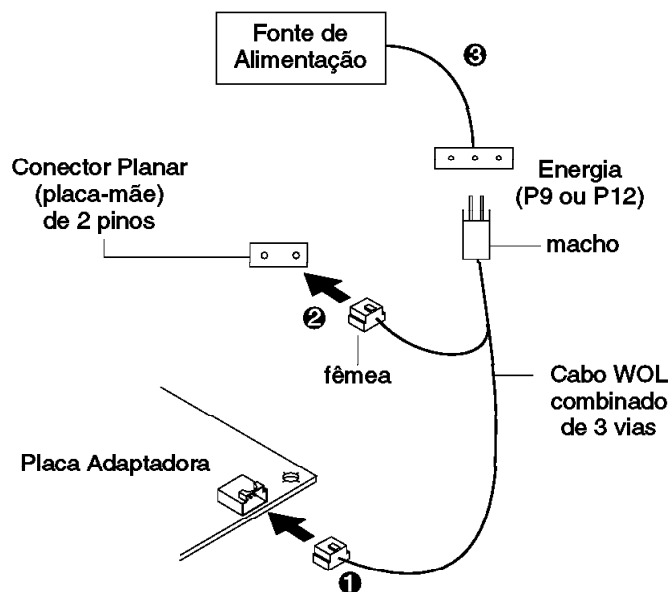

Figura 2-4. Conexão de Cabos de Sinal e de Alimentação a Seu PC
- Um cabo combinado de sinal e de alimentação Wake on LAN de 3 vias (IBM PN 08L2558) conforme apresentado na Figura 2-4 na página 2-6, deverá ser utilizado entre a placa e o modelo PC que possui conectores de sinal e de alimentação separados para Wake on LAN. Neste cabo, a extremidade que possui um único conector fêmea destina-se à conexão na placa. A outra extremidade, com um conector macho e um conector fêmea, destina-se à conexão com o PC.
- 1** Conecte a extremidade fêmea única do cabo combinado Wake on LAN de 3 vias ao conector Wake on LAN de 3 pinos na placa, conforme apresentado na Figura 2-4 na página 2-6.